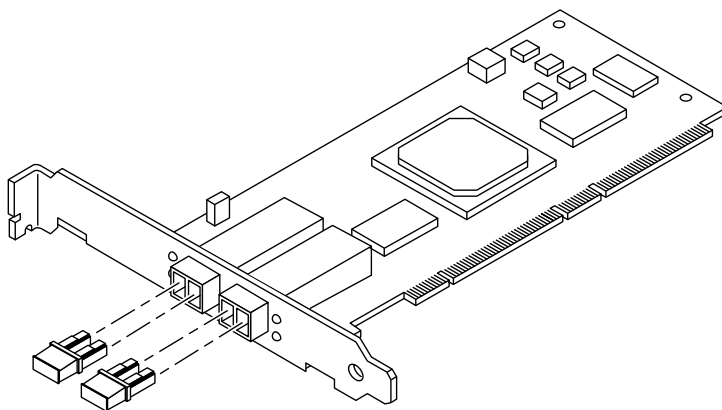

図 1-3 Sun StorEdge 2Gb FC PCI Dual Channel Network Adapter のダストカバー
1. 2x5 の光トランシーバ (OT) コネクタから 2 つのダストカバーを引き出します (図 1-3)。